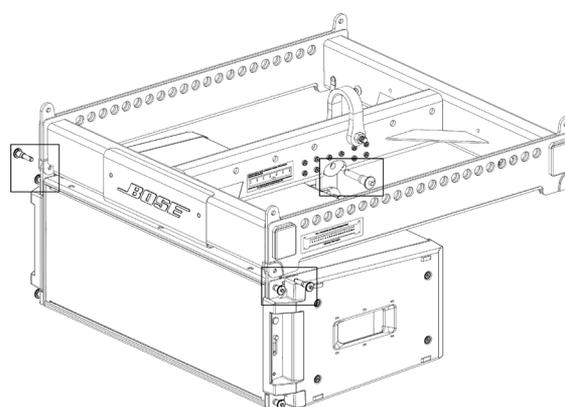

図2. ピンを挿入してモジュールをフレームに取り付ける
10. 2つのフロントピン(各サイドに1つずつあります)を差し込み、リアのセンターピンを差し込んでモジュールをフレームに固定します。図2を参照してください。